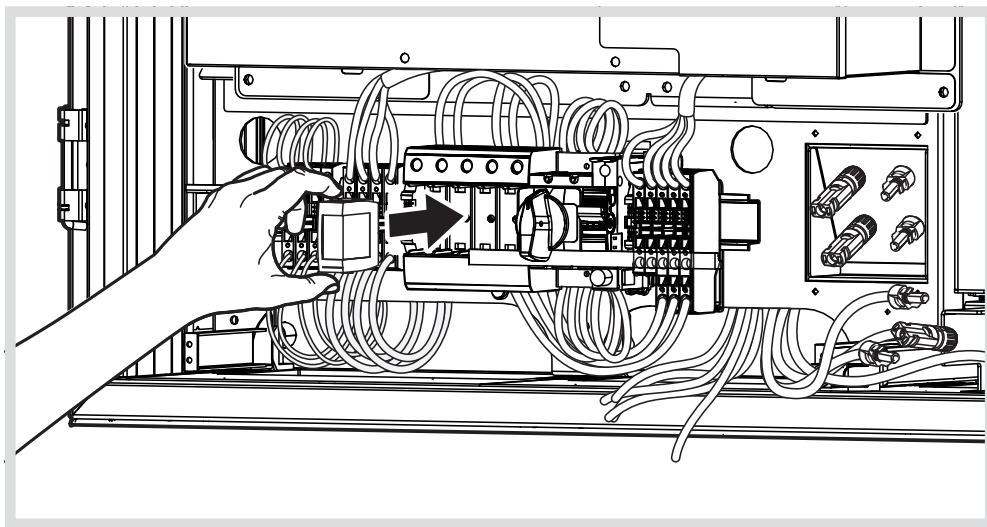

Bild 24: Einbau DEHNGuard PV500
- Beiliegendes DEHNGuard PV500 in die mittlere Überspannungsschutzmodul-Aufnahme einrasten (Bild 24).